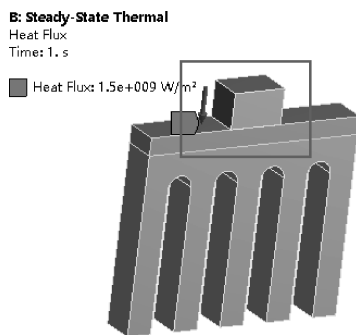

图 3-12 施加等效热流
(1) 选择【Steady-State Thermal (B5)】。
(2) 施加等效热流: 在标准工具栏中单击 , 然后分别选择晶体管的两侧面、顶面和隔热板的上表面, 然后在环境工具栏中单击【Heat】→【Heat Flux】, 单击【Heat Flux】→【Details of “Heat Flux”】→【Definition】→【Magnitude】= 1500W/ m², 其他默认, 如图 3-12 所示。